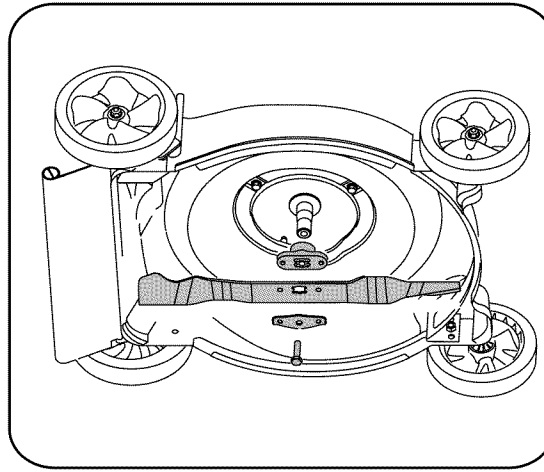

Figura 4
2. Saque el perno y el soporte de campana de la cuchilla que sostienen la cuchilla y el adaptador de la misma al cigüeñal del motor. Ver la Figura 4.